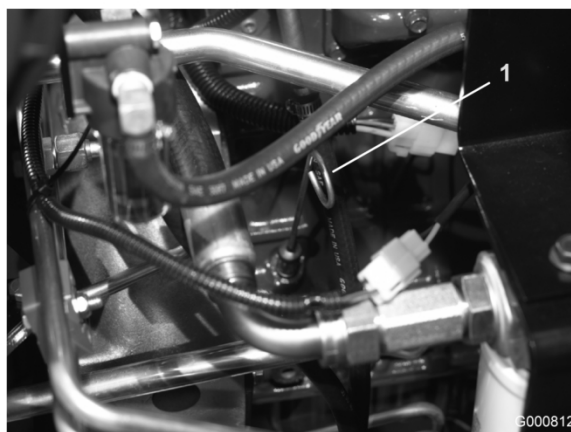

Figura 17
2. Retire la varilla (Figura 17), límpiela, y vuelva a colocarla. Retírela de nuevo y compruebe el nivel de aceite. El nivel debe llegar a la marca FULL (lleno) de la varilla.